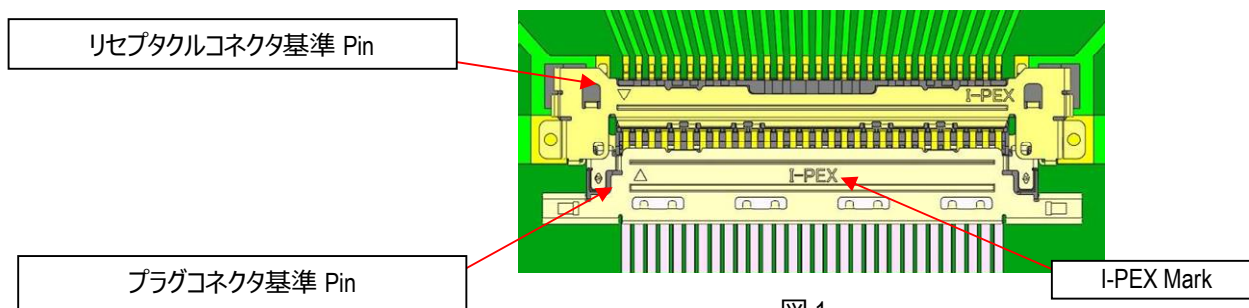

図.1
1. 図 1 のように、リセプタクルコネクタの基準 pin にプラグコネクタの基準 pin がくるように、セットします。